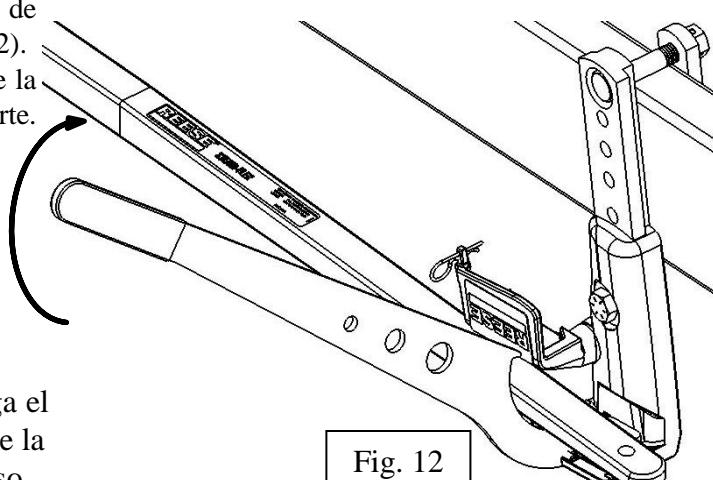

Fig. 12
26. Use la manija de elevación para colocar las barras de resorte sobre las almohadillas de fricción (Ver Fig. 12).